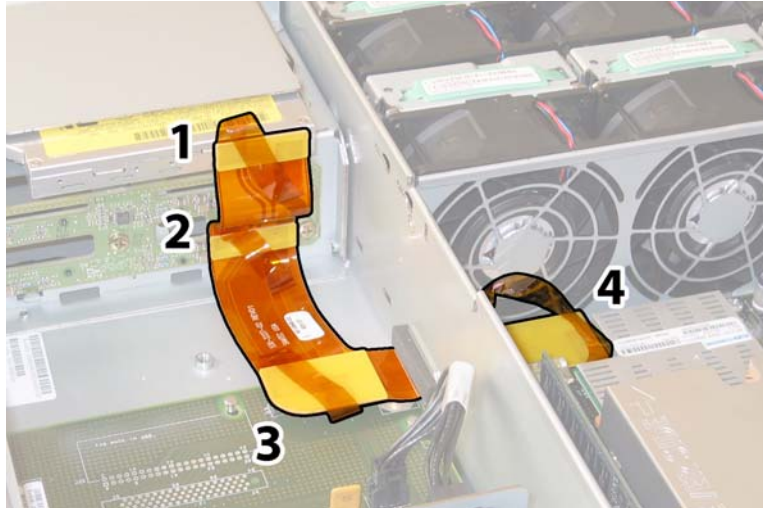

ABBILDUNG 4-51 Ziehen der vier Flex-Kabelstecker
13. Entfernen Sie das Flex-Kabel und die daran angebrachte Schaumgummidichtung von der Gehäusezwischenwand. Ziehen Sie hierzu die vier Kabelstecker an den folgenden vier Stellen ab. Siehe ABBILDUNG 4-51.